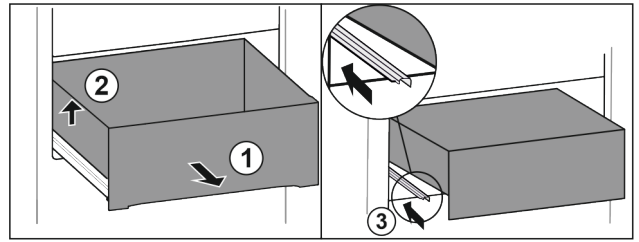

Fig. 91
- Vedä vetolaatikkoa ulos vasteeseen saakka. Fig. 91 (1)
- Nosta vetolaatikkoa vasemmalta. Fig. 91 (2)
- Työnnä vasen kisko paikalleen. Fig. 91 (3)